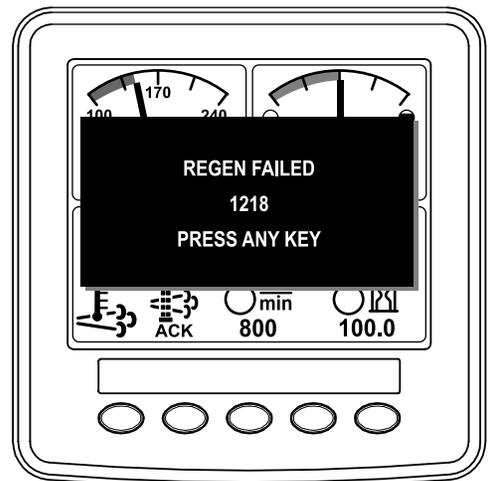

Figure 61
**Remarque:** Si la régénération échoue, l'InfoCenter affiche Advisory #1218 (avis n° 184) (Figure 61). Appuyez sur un bouton pour quitter l'écran d'accueil.